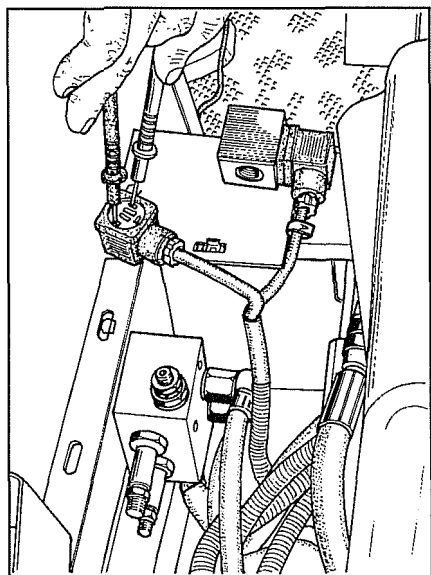

Fig. 3
- 4 Com o quadro desligado, na ficha do cabo de dupla tracção (aquele não marcado), controlar com um tester que chegue uma tensão de 12 V, ver fig. 3. Este valor deve descer para 0 V carregando simultaneamente nos pedais do travão, ou descer para um valor entre 5,6 V e 2 V carregando no botão de dupla tracção (os valores entre 5,6 V e 2 V são detectados por efeito de correntes induzidas).